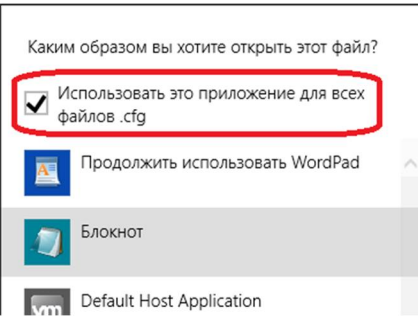

Рисунок 28 – Флаг «Использовать это приложение для всех файлов .cfg»
**Совет!!!** В данном меню можно установить флаг «Использовать это приложение для всех файлов .cfg» (рисунок 28). После чего файлы с расширением по умолчанию будут открываться приложением «Блокнот», что очень удобно.